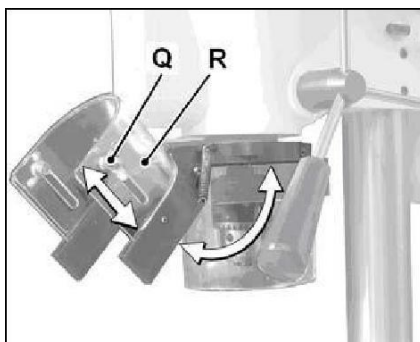

Рис. 4
После ослабления винта (Q, Рис. 4) прозрачную защиту (R) патрона можно опустить вниз.